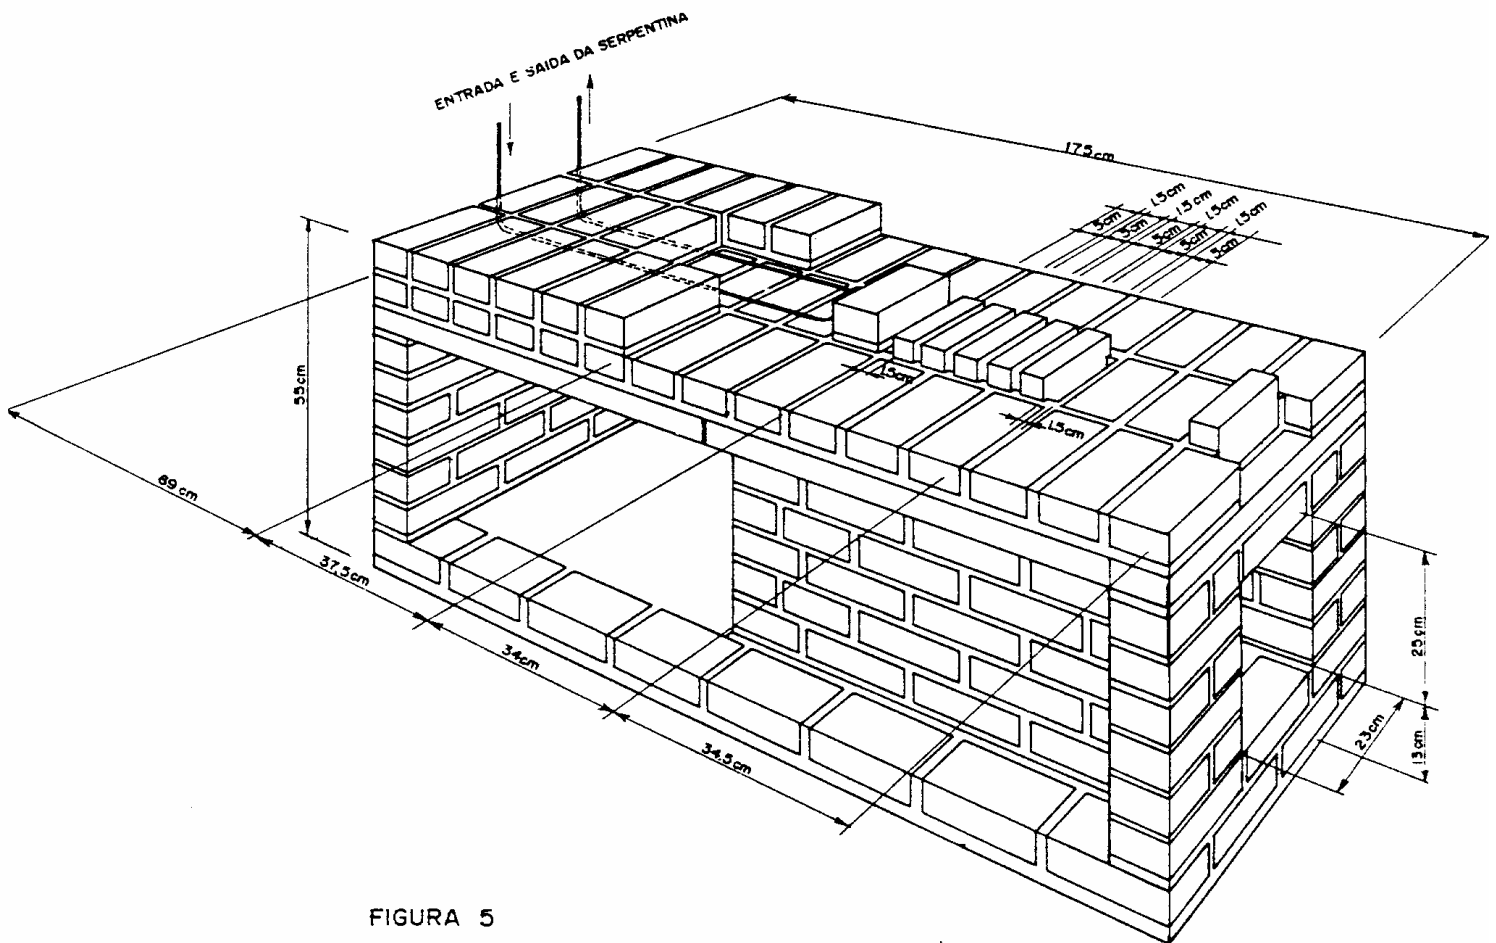

FIGURA 5
Cinzeiro se comunica com a fornalha através da grelha, que pode ser de ferro fundido ( 20 x 20 centímetros ) ou de tijolos assentados em cutelo (maneira de assentar o tijolo: de lado—figura 5).
7. Disponha tijolos em cima das lajes, conforme mostra a figura 5. Siga as cotas marcadas no desenho, variando as juntas verticais quando necessário. Nesta ocasião, serão feitos a grelha e o batente da lenha que divide a fornalha. Os tijolos da grelha, em cutelo, ficam separadas 1,5 centímetros uns do outro.